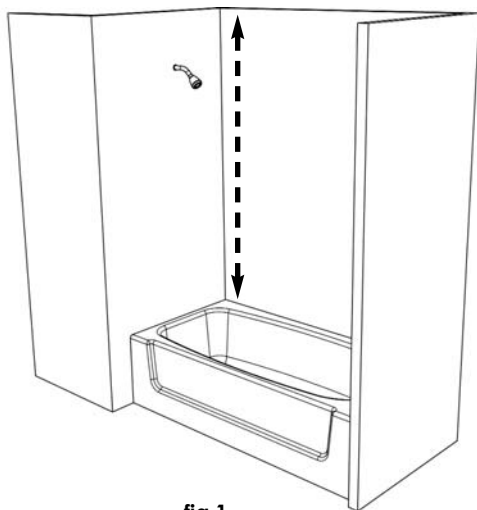

fig.1
Distance to Ceiling (see fig.1, 2) Distancia al cielorraso (ver fig.1, 2) Distance au plafond (voir les fig. 1,2)	Use Tubes (B), (C) as Needed Use los tubos (B), (C) según sea necesario Utiliser les tubes (B), (C) selon le cas